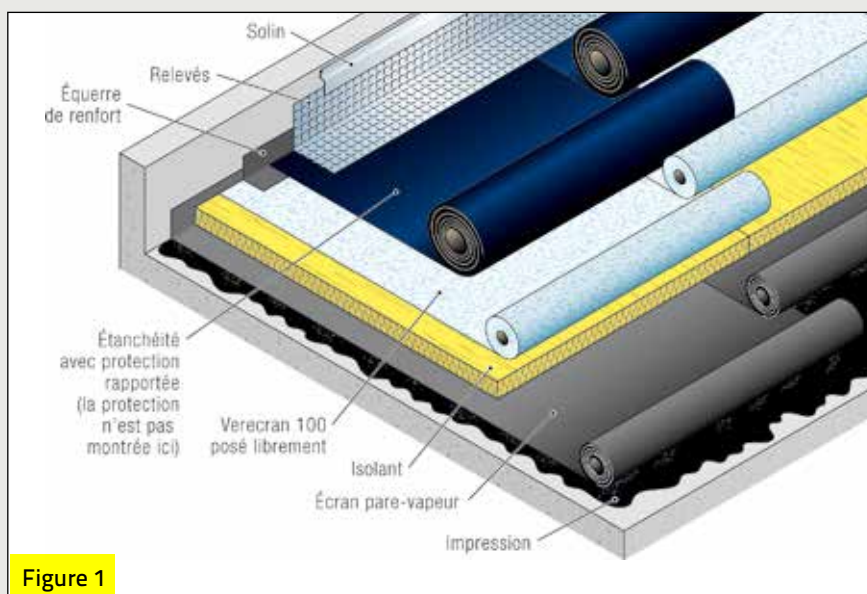

Figure 1
- Verecran 100 : voir figure 1.